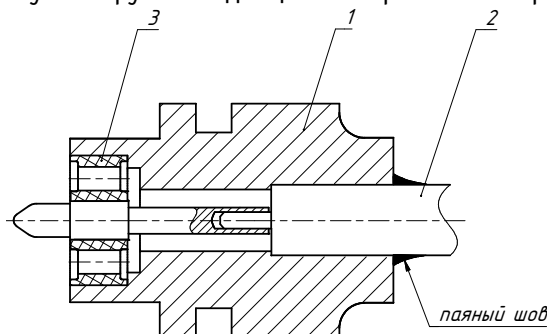

Рис. 20. Запрессовка диэлектрической опоры в кабельный соединитель
3) Запрессуйте диэлектрическую опору 3 заподлицо с поверхностью корпуса 1 (рисунок 20).